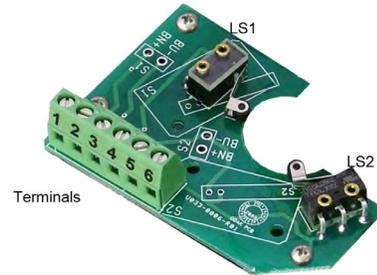

Figura 56: Orientación de resorte de sujeción
5. Asegúrese de que la corredera esté orientada correctamente en el bloque. Asegúrese de que el resorte de sujeción esté orientado correctamente sobre la corredera. (Consulte la Figura 56). Mientras retiene el nivel del bloque, deslice el conjunto de corredera/bloque/resorte de sujeción en el distribuidor asegurándose de la colocación adecuada de la corredera y el resorte de sujeción en la ranura del pistón, y ajuste los 2 tornillos del bloque de corredera.